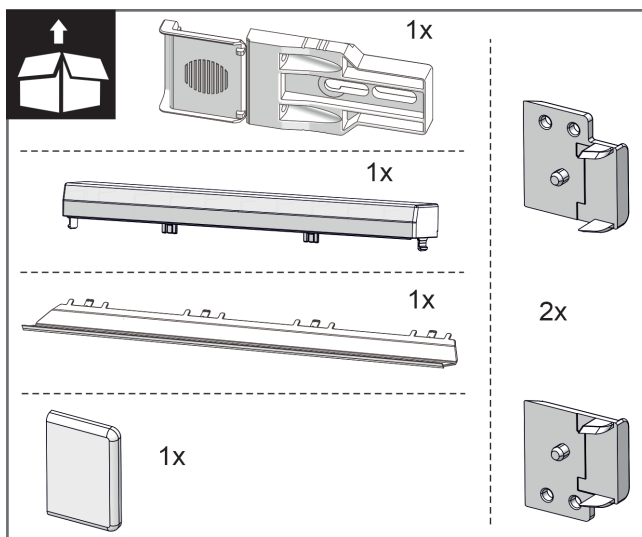
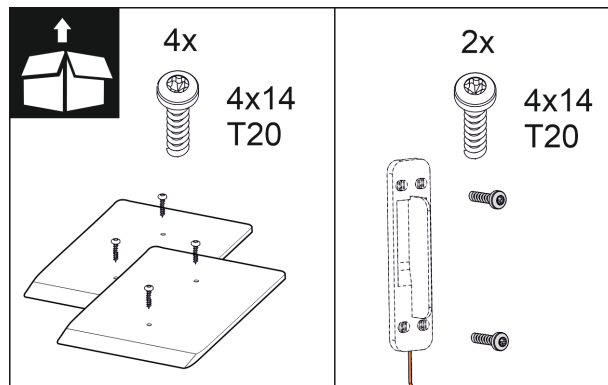

Fig. 10
Fig. 16
2. Kontrolloni pjesët e montimit në paketim. Fig. 10 () deri në Fig. 16 ()
Pjesët e montimit në paketim Fig. 10 () deri në Fig. 16 ()